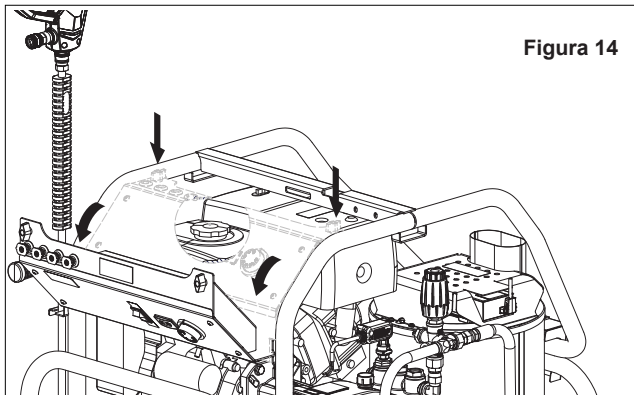

Figura 14
1. **RETIRE** ambas perillas roscadas en la parte superior del panel de control para girarlo 90° con el fin de obtener una mejor maniobrabilidad y evitar fugas de combustible (ver Figura 14).